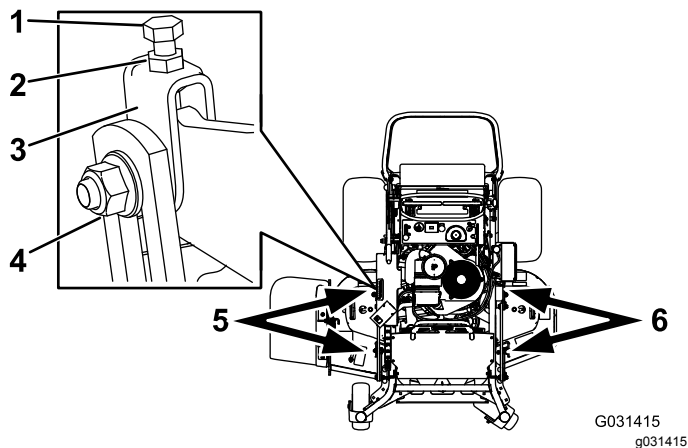

図 88
1. 調整したいデッキのヨークのサイドナットとジャムナットをゆるめる 図 88。
- ヨーク上部にあるボルトを回して刈り込みデッキの高さを調整する 図 88。